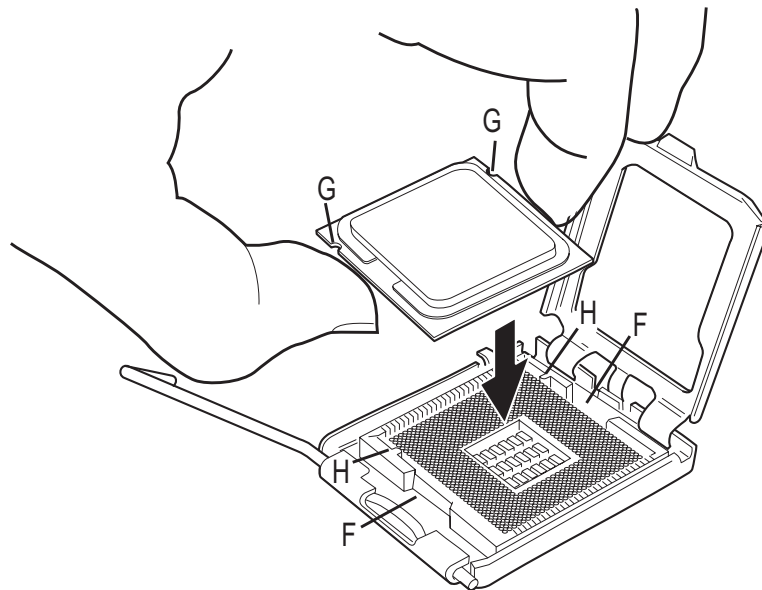

Abbildung 8. Prozessor einbauen
6. Halten Sie den Prozessor zwischen Daumen und Zeigefinger, wie in Abbildung 8 gezeigt. Richten Sie die Finger an den Sockelaussparungen aus (siehe Abbildung 8, F). Richten Sie die Kerben (siehe Abbildung 8, G) am Sockel aus (siehe Abbildung 8, H). Lassen Sie den Prozessor gerade in den Sockel gleiten, ohne ihn zu verkanten oder zu schieben.